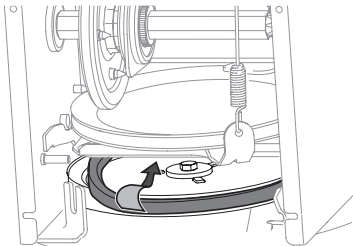

Figura 4-14
7. Retire la correa de alrededor de la polea de la barrena y deslice la misma entre la ménsula de soporte y la polea de la barrena. Consulte la Figura 4-14.